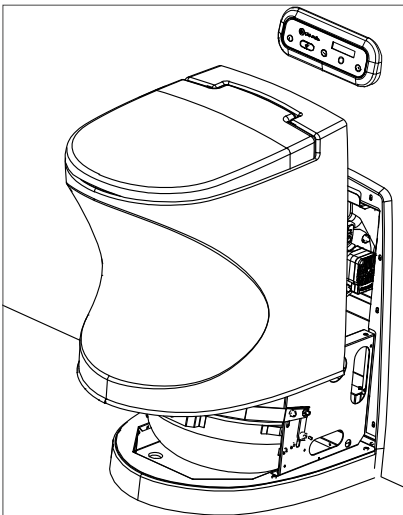

Ilustración 4
2. Coloque las manos a lo largo del lateral del inodoro y tire del armazón hacia usted. (Ilustración 4).